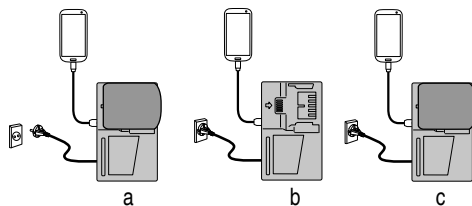

Fig. 8
- (1) Seleccione un método de carga
- Carga de un dispositivo USB mediante batería (Fig. 8-a)
- Cargar un dispositivo USB desde una toma de corriente eléctrica (Fig. 8-b)
- Cargar un dispositivo USB y su batería desde una toma de corriente eléctrica (Fig. 8-c)